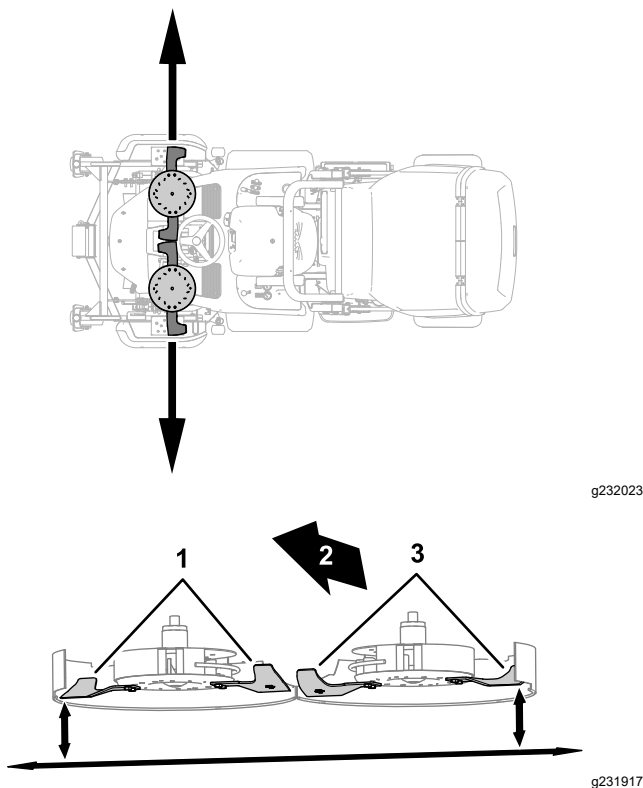

**Figura 121**
1. Regolate l'altezza di taglio su 75 mm (Figura 121).